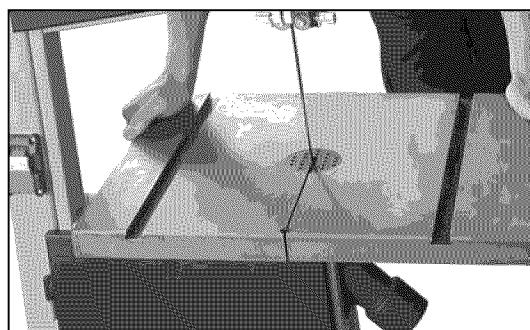

Figura 3 – Monte el Muñón de la Mesa
- Monte el muñón superior de la mesa en el muñón inferior de la mesa con el perno de carroaje, pieza de deslizamiento, arandela y tuerca de mariposa. Coloque la mesa en el muñón superior de la mesa, teniendo cuidado cuando pase la hoja de la sierra a través de la ranura de la mesa (véase la Figura 3).